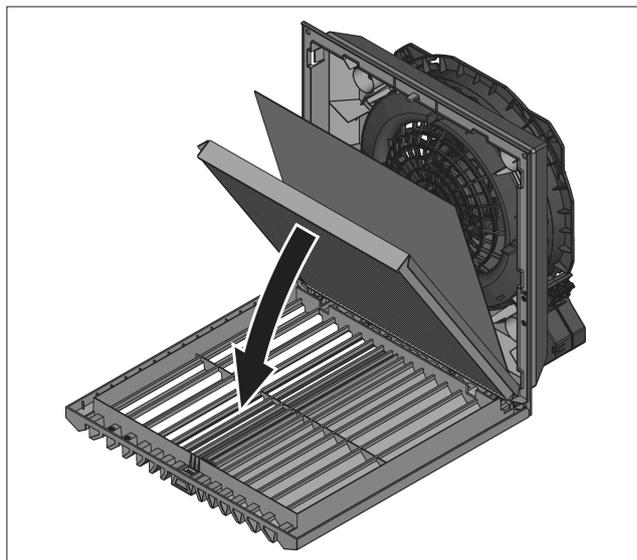

図21: プリーツフィルター IP 55 の挿入
- IP 55 の場合のみ: プリーツフィルターに付属の IP 55 用の吸収マットを、あらかじめ挿入したプリーツフィルターの上に置いてください(図21参照)。この場合、吸収マットの取り付け向きは重要ではありません。